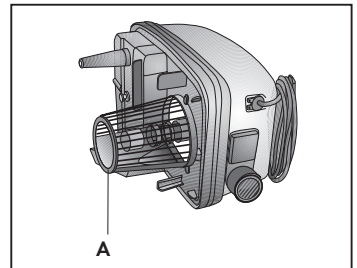

Fig. 24
- Vider le réservoir de récupération (2).
- Activer la fonction d'aspiration avec la touche (19) et aspirer l'eau avec les accessoires précédemment utilisés pour le nettoyage.
- Vider le réservoir de récupération (2) et répéter l'opération, s'il y a lieu.
Chaque fois que vous nettoyez la partie inférieure de l'appareil, nettoyez aussi le filtre (A) dans la partie extérieure de tout résidu solide éventuel (**Fig. 24**).